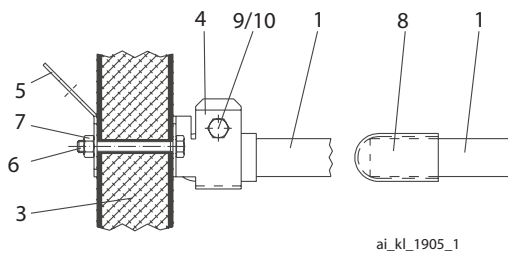
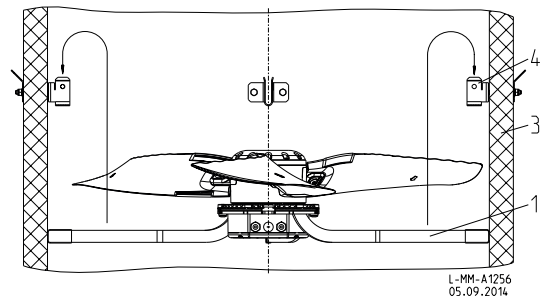

Abbildung 2
Abbildung 3
Haltewinkel (4) und der Haltebügel (5) **Abbildung 2** mit Schrauben (6) nur soweit anziehen, dass Haltewinkel und Haltebügel sich nicht in die Kaminwandung (3) eingraben.
Zur Schraubensicherung werden selbstsichernde Muttern (7) verwendet. Die beiliegenden Schutzkappen (8) sind auf die Enden der Ventilator-Tragarme (1) zu schieben, **Abbildung 2**.
Ventilator (1) nach **Abbildung 3** in den Kamin einführen und in den Haltewinkeln (4) zentrieren. Zusätzlich ist die Halterung nach **Abbildung 2** durch Verschraubung (9/10) zu sichern. Die vier Haltebügel (5) sind als Tragöse ausgebildet und können, wenn erforderlich, zur zusätzlichen Befestigung (z. B. durch Tragseile) dienen, um den Kamin vom Gewicht größerer Ventilatoren zu entlasten.